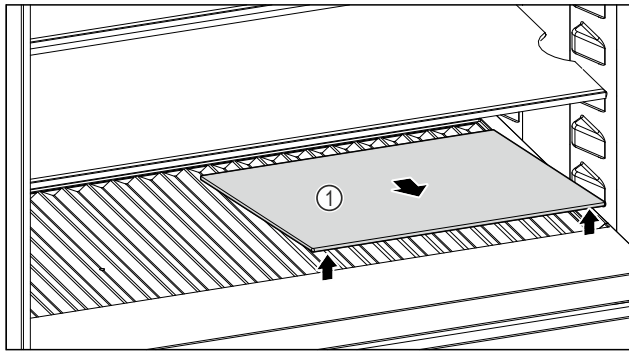

Fig. 254
- Glasplatte Fig. 254 (1) an der Aussparung vorne anheben und herausnehmen.
- Glasplatte Fig. 254 (1) außerhalb des Geräts sicher aufbewahren.